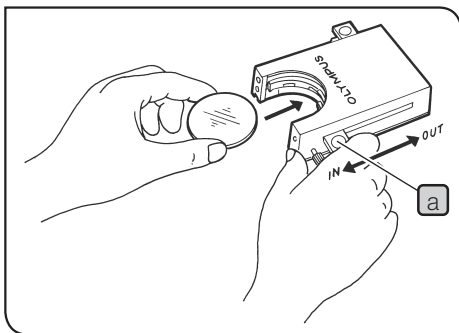

Fig. 14
- Insira um filtro na cassette de filtros U-FC, monte-o no respectivo suporte e engate-o no caminho óptico, empurrando a alavanca do filtro (fig. 14).
Usar a cassette de filtros (fig. 14 a 16)
- 2 Empurre a alavanca **a** para a posição de dentro (IN). Um clique indica que o filtro ficou bem inserido. (fig. 14)
- 3 Mantendo a alavanca na posição indicada na fig. 14, coloque o filtro dentro da cassette inserindo-o no sentido indicado pela seta.